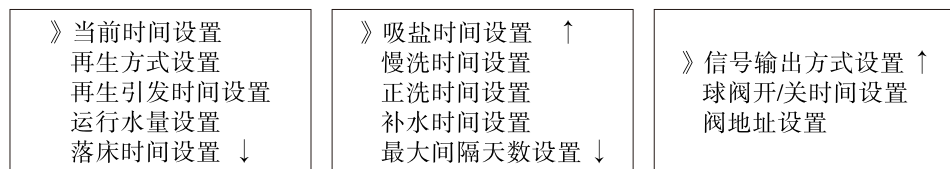
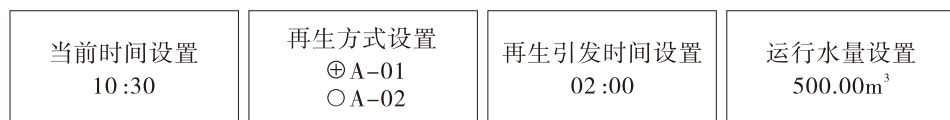
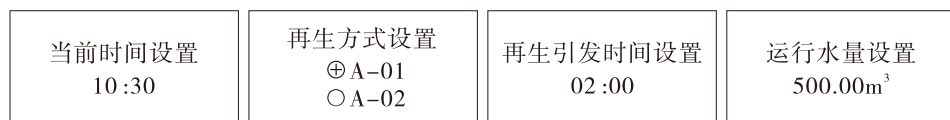
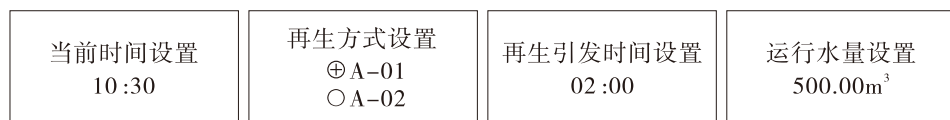

图46-1
图46-2
图46-3
图47
在解锁的工作状态界面下，按  键进入前台参数设置，显示如图46-1、图46-2、图46-3下拉式菜单（注：不同控制类型，其菜单项的内容不同），选择所需设置参数的菜单，进入图47~图61的参数设置界面，可对出厂默认值进行修改，操作方法与后台参数设置类同。
a) 当前时间设置，如图47所示。